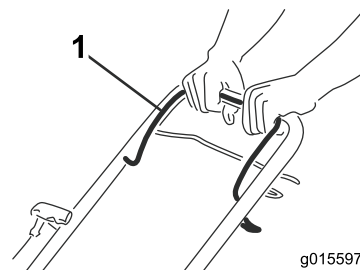

Figura 14
1. Mantenha a barra de controlo da lâmina (Figura 14) encostada ao manípulo.